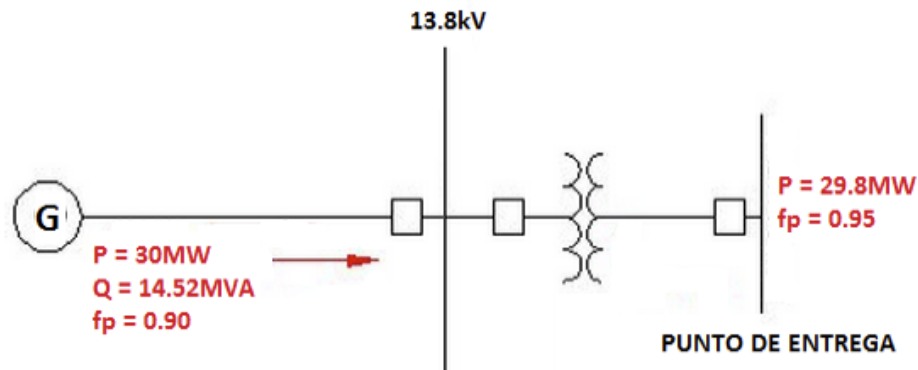

Ilustración 1. Diagrama prueba de potencia máxima en una central generadora
- a) Las Pruebas de Potencia Máxima deberán ser realizadas a un Factor de Potencia de 0.95 (en el punto de entrega, ver Ilustración 1), salvo en aquellos casos en los que se haya alcanzado los niveles de voltaje permisible en la red, en los cuales se realizará la prueba en el Factor de Potencia alcanzado, corrigiendo los valores de potencia obtenidos, según la curva de capacidad del generador, en función del factor de potencia promedio obtenido en la prueba. [Responsabilidad del Agente Generador]